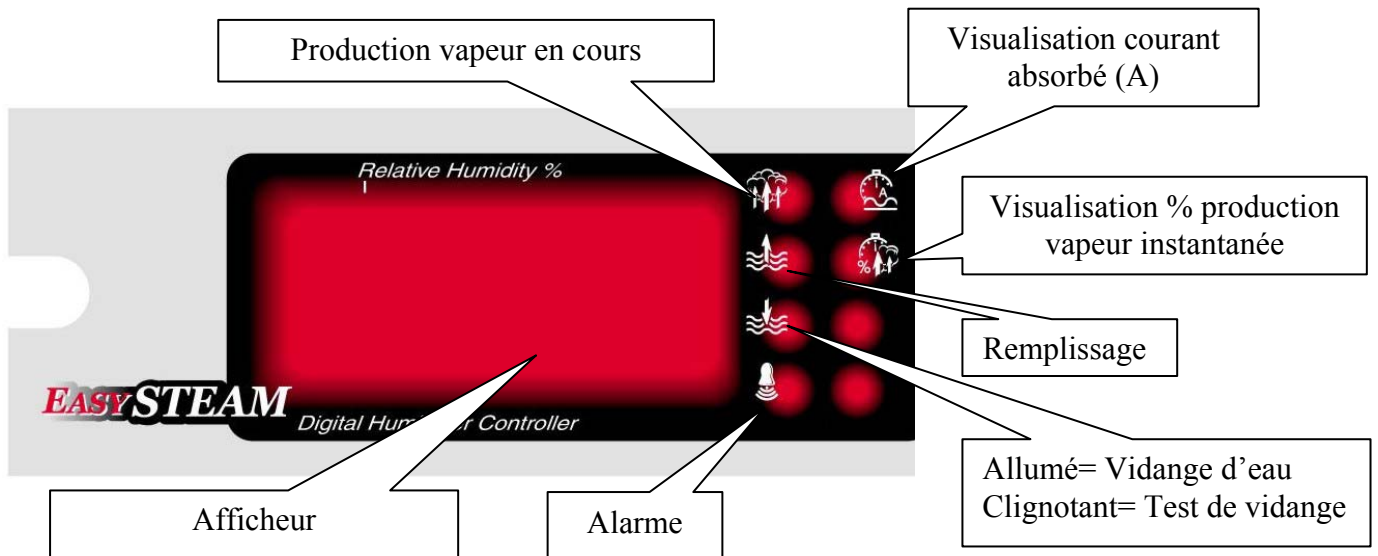
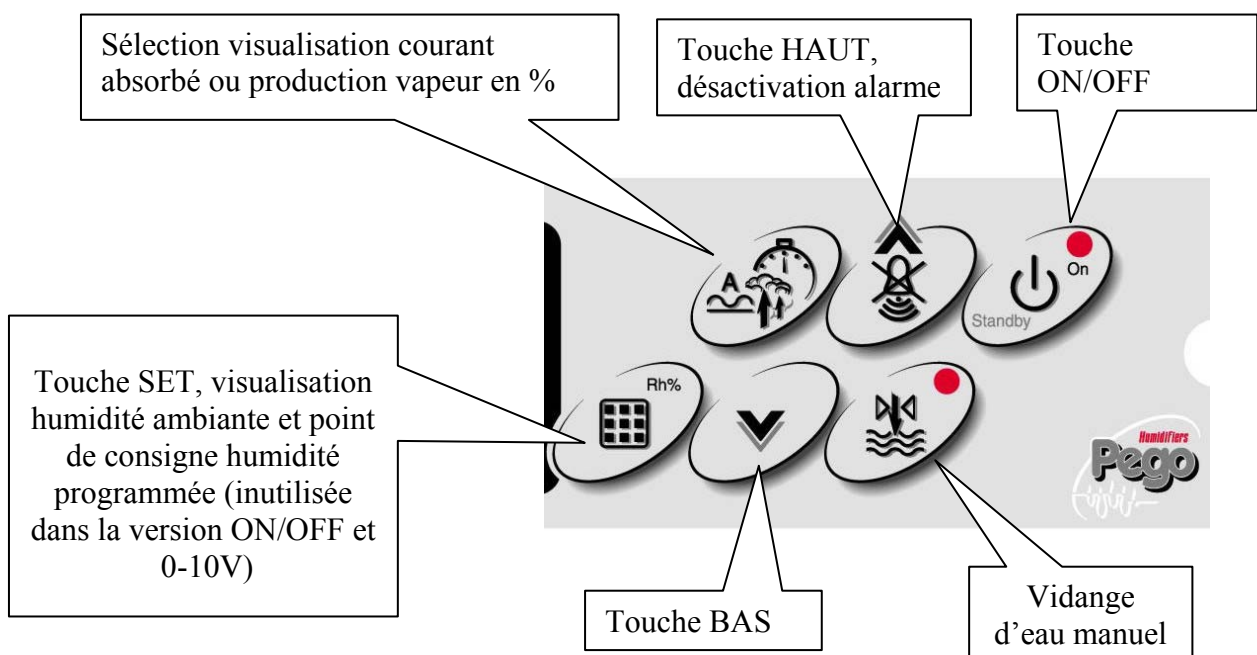

Fig. 25
Fig. 26
1. LE CONTRÔLEUR SLIM est une unité de commande qui se trouve sur la partie frontale de l'humidificateur. Il comprend un afficheur, 8 LEDs servant à contrôler visuellement les valeurs (fig. 25) et 6 touches pour la visualisation et la modification des paramètres (fig. 26).